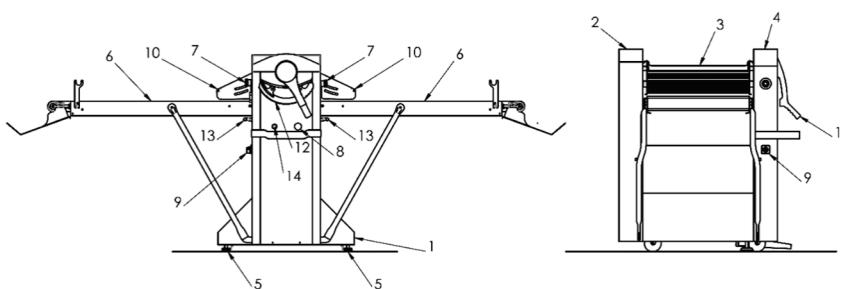

Figura 1 – Vista frontal e lateral da laminadora
1. Acione a chave geral (**Figura 1 – 9**);
2. Verifique se os botões de emergência estão livres (**Figura 1 – 7**);
3. Verifique se as grades estão abaixadas (**Figura 1 – 10**);
4. Pressione o botão rearme (**Figura 1 – 14**);
5. Pressione o botão liga desliga (**Figura 1 – 8**);
6. Opere o equipamento com a alavanca (**Figura 1 – 13**);
7. Após o uso desligue o equipamento no botão liga desliga (**Figura 1 – 8**);
8. Em caso de risco de acidentes, pressione um dos botões de emergência (**Figura 1 – 7**).
ATENÇÃO: Quando levantadas as grades ou pressionado botão de emergência o equipamento para. Para retornar a operar destrave o equipamento girando o botão de emergência (**Figura 1 – 7**) no sentido indicado na seta impressa no mesmo e siga novamente a partir do 4º passo.
1º. Ligue a máquina pressionando o botão liga (**Figura 1 – 8**);
2º. Com a alavanca de regulagem (**Figura 1 – 11**) obtém-se uma espessura de laminação do produto variável, de 0 (zero) milímetros a 35 (trinta e cinco) milímetros. A espessura das lâminas expressa em milímetros pode ser identificada facilmente no visualizador de altura presente ao cárter de plástico anterior. Naturalmente, a laminação deverá ser realizada de forma gradativa, começando desde a espessura mais alta (35 mm) para chegar gradualmente à espessura desejada.
3º. Coloque a massa sobre a esteira (**Figura 1 – 6**).
4º. O movimento das esteiras transportadoras (da direita para esquerda ou vice-versa) é colocado em funcionamento por meio de uma alavanca situada na parte frontal da máquina (**Figura 1 – 13**). Para parar as esteiras posicione a alavanca na posição central.
5º. Uma vez terminado o penúltimo passo de laminação, deve-se preparar a máquina para poder enrolar a massa obtida ao redor do rolo. Colocar o rolo na mesa transportadora oposta à massa e na posição de bi tangente entre o suporte e a esteira. Situar a alavanca de regulagem (**Figura 1 - 11**) na espessura final desejada. Quando a massa chegue ao rolo, basta acompanhá-la $\frac{1}{2}$ volta ao redor do rolo; sucessivamente, por força de inércia, se enrolará automaticamente.